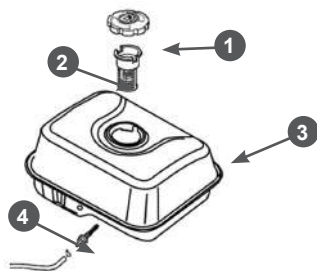

Рис. 29 Топливные фильтры
В топливном баке установлены два сетчатых топливных фильтра. Один фильтр устанавливается в заливной горловине топливного бака. Второй фильтр конструктивно объединен со штуцером топливного бака и установлен внутри бака (Рис. 29).
Через каждые 300 часов работы необходимо производить очистку топливного бака от грязи и конденсата. Одновременно с очисткой топливного бака необходимо проверять и очищать фильтр 4, установленный внутри бака (Рис. 29). Поврежденный или сильно загрязненный фильтр необходимо заменить.
- Выкрутите из топливного бака выходной штуцер 4 и произведите его очистку (Рис. 29). Внимательно осмотрите сетчатый фильтр. При обнаружении механических повреждений замените штуцер топливного бака.